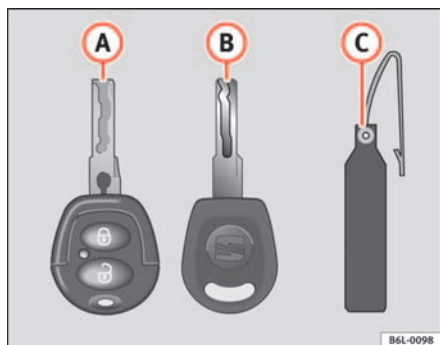

Fig. 46 Juego de llaves
- una llave con mando a distancia ⇒ fig. 46 (A) con espadín desplegable*,
- una llave sin mando, (B),
- un llavero de plástico (C) con el número de la llave.
Sólo es posible hacer duplicados con el número de la llave del llavero de plástico ⇒ fig. 46 (B). Por este motivo: